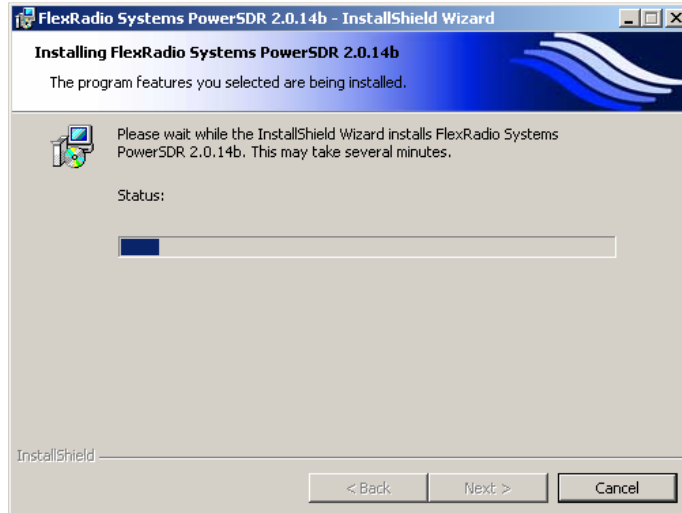

Abbildung 13: InstallShield Wizard – der Installationsvorgang ist gestartet
– wird Ihnen der Installationsfortschritt mittels einem Fortschrittbalken angezeigt (Abbildung 13).